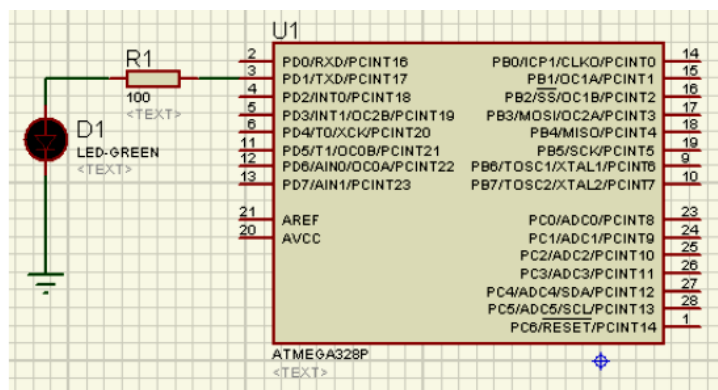

Рисунок 7.15 – Схема під'єднання
3. Зберіть схему, що зображена на рис. 7.15. З'єднайте компоненти за допомогою лівої кнопки миші. Якщо необхідно, розгорніть їх за допомогою правої кнопки миші. Елементи типу «земля» вибираються в режимі INTER SHEET TERMINAL в лівій частині екрана.